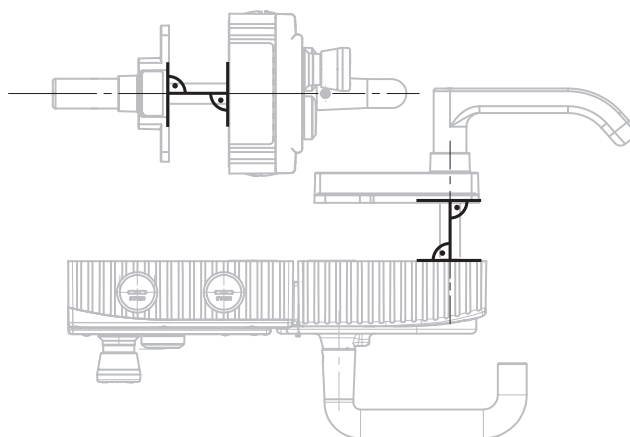

Fig. 8: Esempio di installazione per ripari con cerniera a destra (schema di principio)
- › Allineare l'asse dello sblocco di fuga in perpendicolare rispetto al modulo maniglia. Vedi Fig. 4 e Fig. 8.
Passi per l'installazione vedi Fig. 8 e Fig. 9 fino alla Fig. 14.